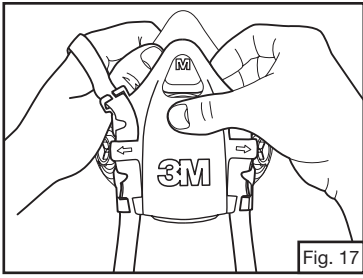

Fig. 17
3. Revise que todas las partes plásticas y empaques no estén agrietados o se haya aflojado; reemplace si es necesario. Quite la cubierta de la válvula de exhalación y revise que la válvula y el asiento de ésta no estén sucios, distorsionados, agrietados o rasgados. Reemplace si es necesario. Fije la cubierta de válvula antes de su uso (Fig. 17).
1. Retire el Ensamble de arnés para la cabeza/cubierta de válvula 3M™ 7581 al jalarlo del sello facial (Fig. 17).